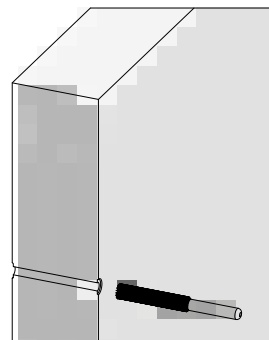

Abb. 78.2
1. Ankerloch reinigen. Es muss frei von Verschmutzungen und Fett sein und eine glatte Oberfläche aufweisen (Abb. 78.2).